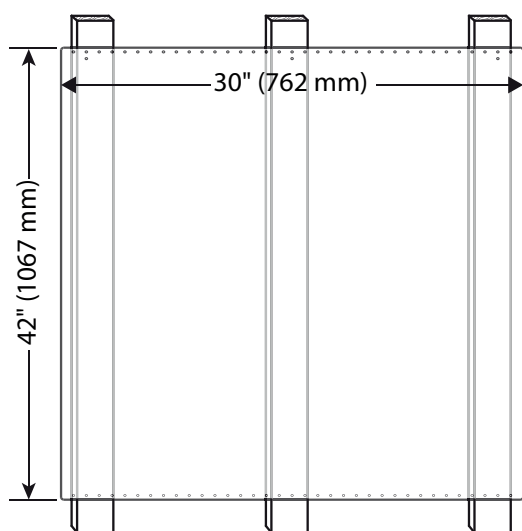

Figure 11 : Installation du dossier de protection
3. Utilisez deux vis fournies pour fixer le haut et le bas du dossier de protection dans chaque montant de cloison (voir Figure 11).